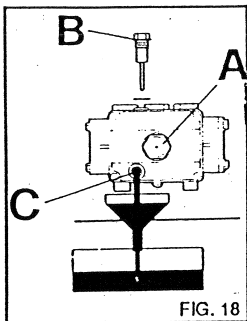

FIG. 18
Controllare periodicamente il livello dell'olio nella pompa alta pressione tramite la spia visiva (fig. 18 A) o l'asta di controllo livello (fig. 18 B).
1) Svitare il tappo di scarico situato sotto la pompa (fig. 18 C).